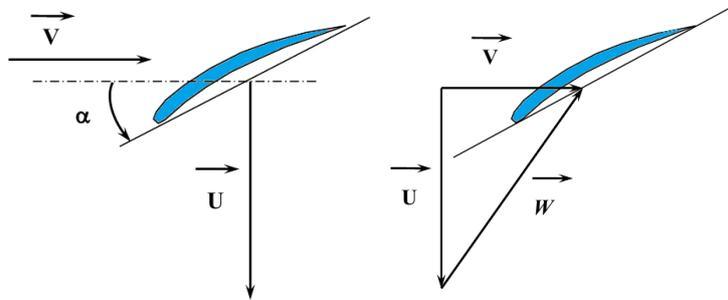

Figure 6. Triangle des vitesses
- Théorème de composition des vitesses, voir figure 6.